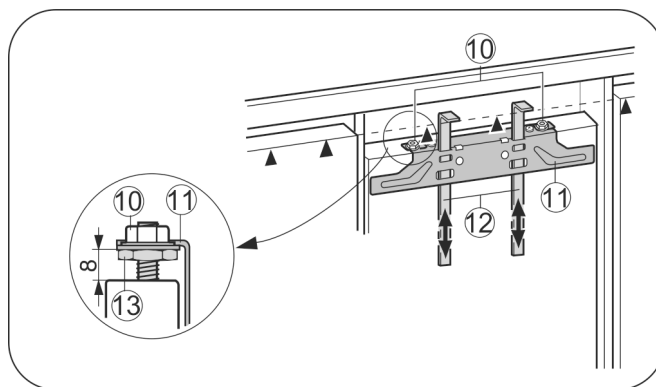

Fig. 17
- ▶ Împingeți în sus elementele auxiliare de montaj Fig. 17 (12) la înălțimea ușii mobilierului. Marginea inferioară de blocare ▲ a elementului auxiliar de montaj = marginea superioară a ușii mobilierului ce trebuie montată.
- ▶ Deșurubați traversa de fixare Fig. 17 (11) prin intermediul contrapiuliștelor Fig. 17 (10).